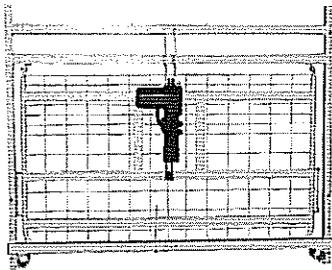
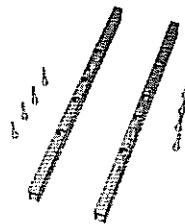
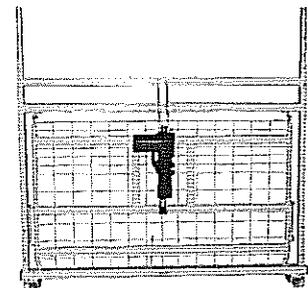

Abbildung 3
Abbildung 4
Abbildung 5
3. In die Außenrohre der Kopfliegefläche (Abbildung 3) werden die Einsteckrohre (Abbildung 4) eingeschoben und mittels der vier Schraubenbolzen fixiert (Abbildung 5). Die Schraubenbolzen noch nicht festziehen. Den Netzteilhalter montieren.